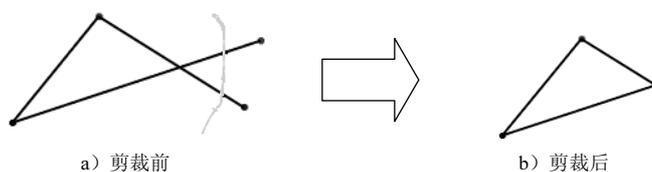

图 2.7.11 “强劲剪裁”方式剪裁草图实体
使用 **剪裁 (T)** 命令可以剪裁或延伸草图实体, 也可以删除草图实体。下面以图 2.7.11 为例, 说明剪裁草图实体的一般操作步骤。